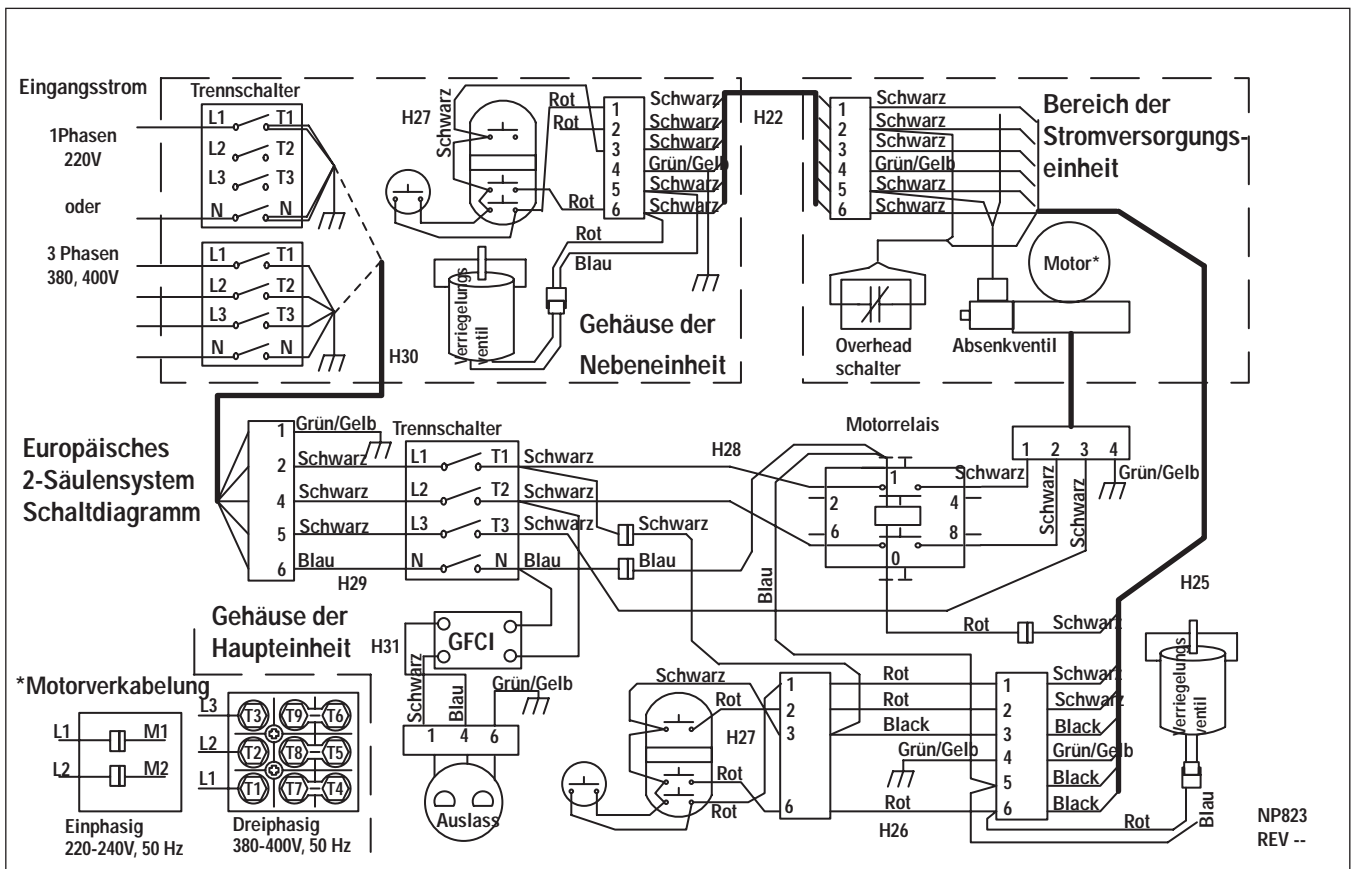

Abb. 25
- C) Das Motorkabel durch die Zugentlastung im Motor-Anschlusskasten führen. Details Motorverkabelung und Verkabelungsdiagramme siehe Abb. 25.